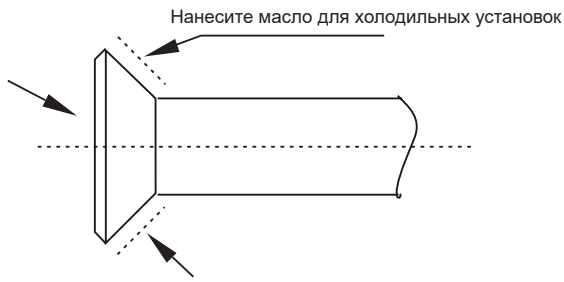

Рисунок 4.3
- ◆ Перед установкой конусной гайки на конус трубы нанесите на конусный конец трубы (внутри и снаружи) масло для холодильных установок, затем поверните ее три или четыре раза, прежде чем затянуть гайку. См. рисунок 4.3.